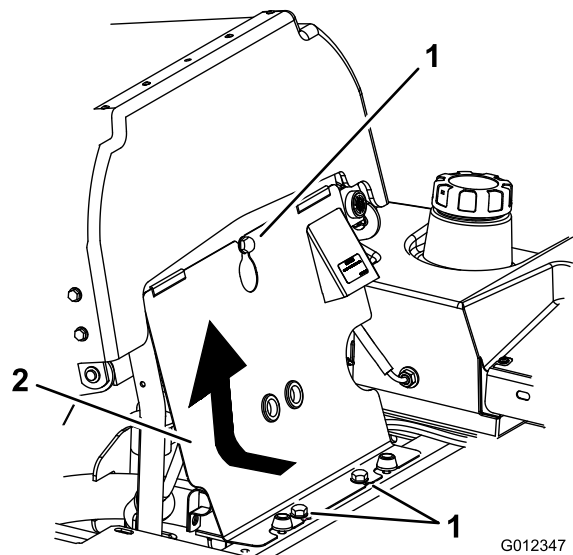

Bild 69
- Kippen Sie den Sitz nach vorne, lösen Sie die Schrauben und entfernen Sie die vordere Motorverkleidung (Bild 69).